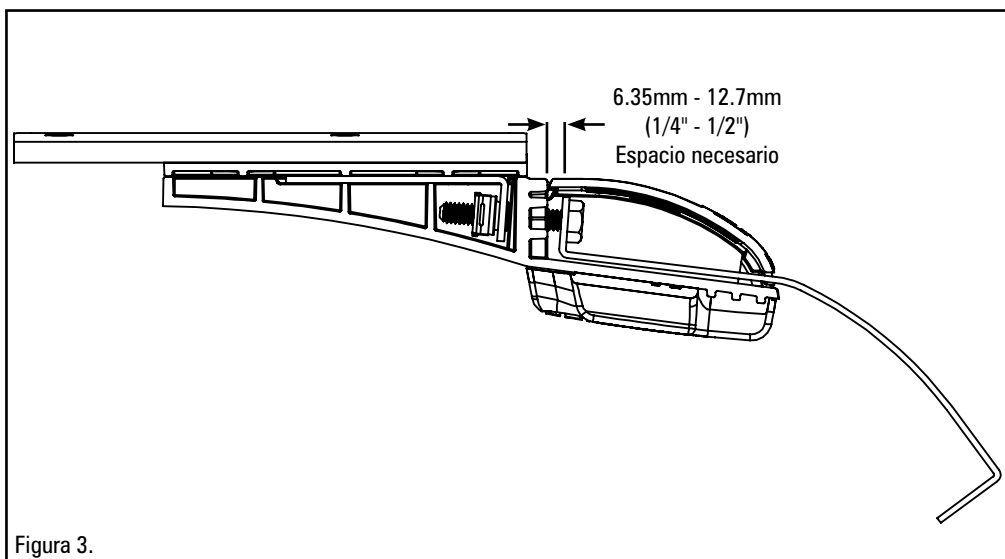

Figura 3.
2. Coloque la barra de luz en el centro del techo, y coloque las abrazaderas contra la barra de luz. Un espacio de 6.35mm a 12.7mm debe haber entre la abrazadera y la pared frontal de la base de montaje antes de poner cualquier tensión en el tornillo de la abrazadera (Ver Figura 3). Ajuste la posición de la base de montaje para tener este espacio necesario.